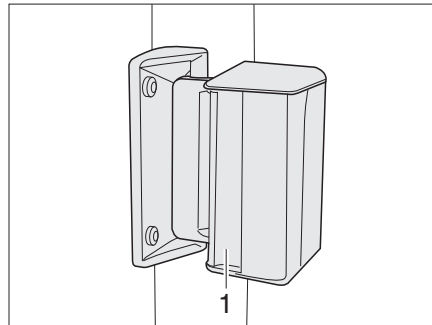

Bild 14 Schiebefenster
- Griff (Bild 14,1) drücken und gleichzeitig nach vorn oder hinten schieben oder ziehen.